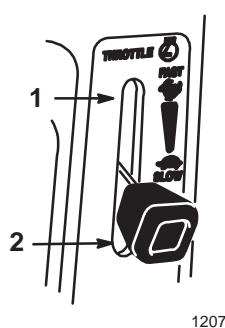

Figure 5
5. Mettre la manette des gaz en position "RAPIDE" (Fig. 5).
7. Lorsque le moteur a démarré, ramener la manette de starter en position dégaîée ("OFF", Fig. 5) et amener doucement la manette des gaz dans la position souhaitée. Si le moteur hésite ou cale, ramener la manette de starter en position engagée ("ON") durant quelques secondes. Mettre ensuite la manette des gaz en position rapide ("FAST"). Répéter si nécessaire.
1. Mettre la manette des gaz en position "LENT" (Fig. 5).